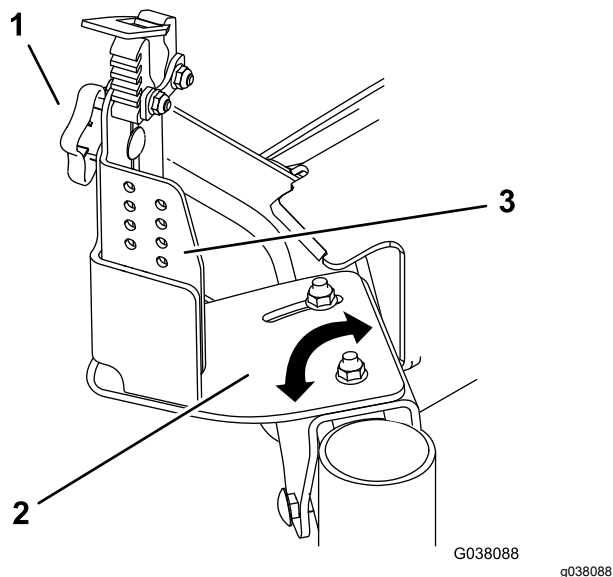

Рисунок 9
2. Ослабте гвинти, що фіксують кріпильну пластину до швелера в передньому вузлі кріплення (Рисунок 9).
4. Ослабте руків'я та за потреби підніміть або опустіть пластину тримера (Рисунок 9). Затягніть руків'я.